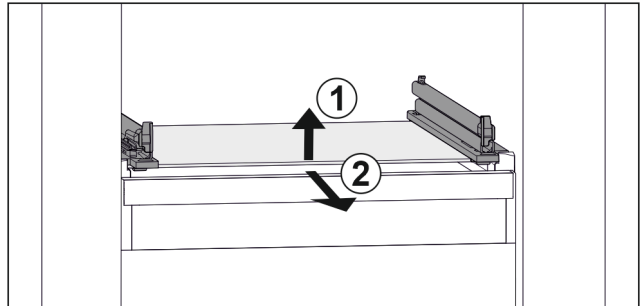

Fig. 155 Примерное отображение стеклнной пластины
- ▶ Приподнимите стеклнную пластину спереди. Fig. 155 (1)
- ▶ Извлеките стеклнную пластину движением вперед. Fig. 155 (2)